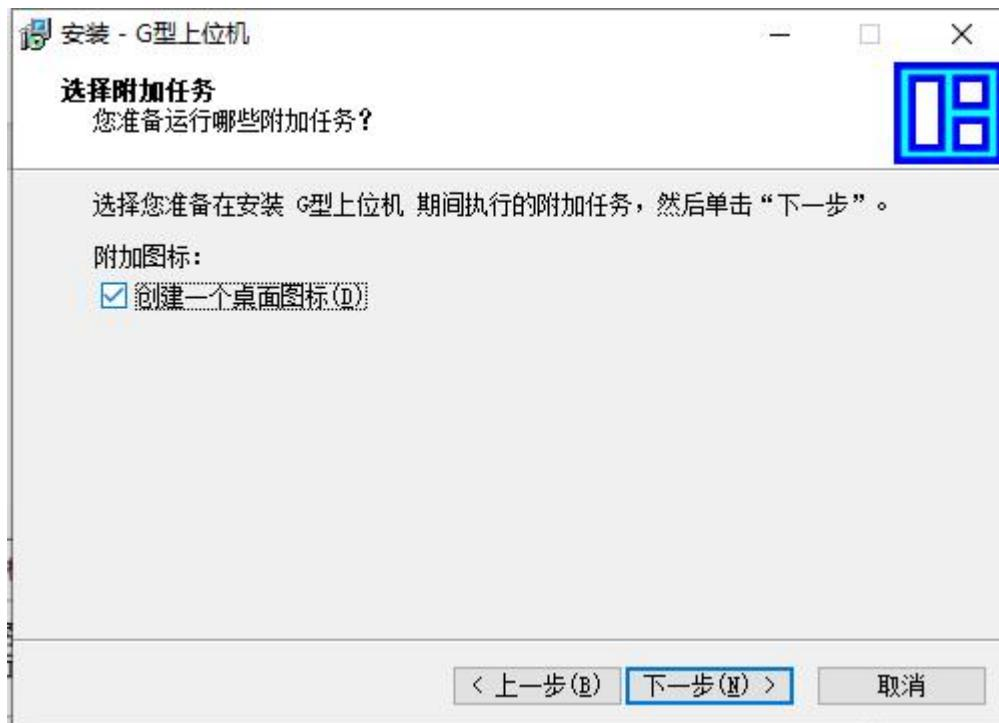

图 1-4
5、在弹出的选择附加任务中，需点击“创建一个桌面图标 (D) ”，继续点击“下一步”，如图 1-4；